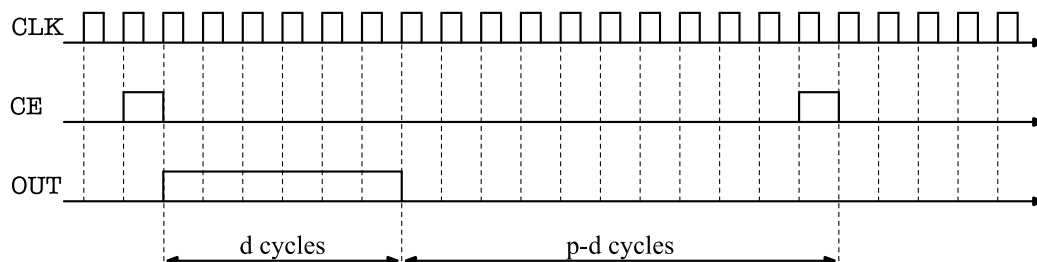

Figure 1 : Chronogramme d'une partie des E/S du module PWM.
- Créez un nouveau fichier VHDL nommé `PWM_mod.vhd`. Décrivez le comportement du module pour qu'il corresponde au chronogrammes donnés en **Figure 1**.